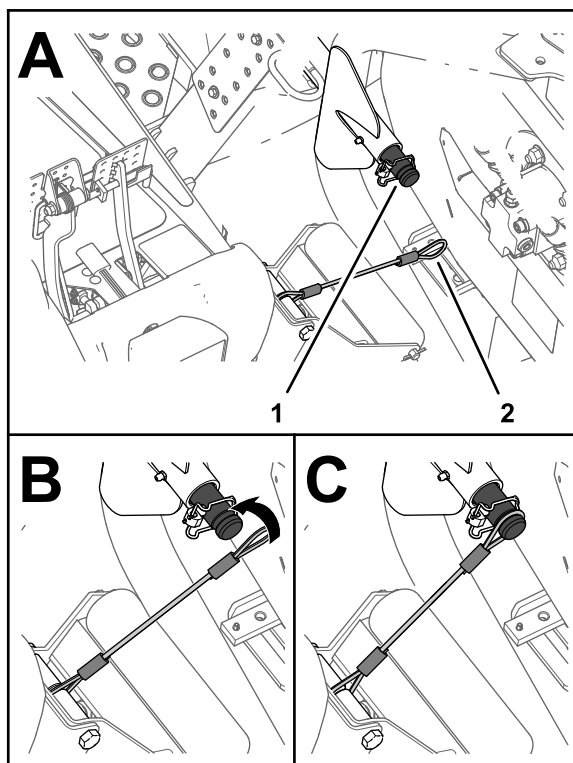

Bild 33
5. Fluchten Sie die Verbindungseile zur Trägerwelle des Hubarms für das äußere Frontmähwerk aus (Bild 33).
6. Schieben Sie die Schleife der Verbindungseile über die Trägerwelle, bis die Verbindungseile fest in der Rinne der Welle sitzt (Bild 33).